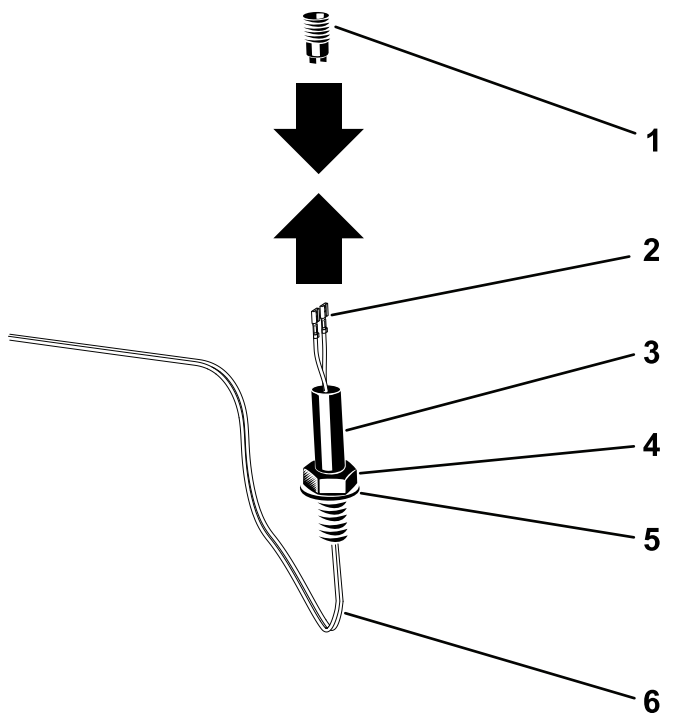

Figure 6
3. Faites passer le faisceau de câblage dans l'écrou, la rondelle et la douille du gyrophare. Reliez les bornes au connecteur du gyrophare (Figure 6).